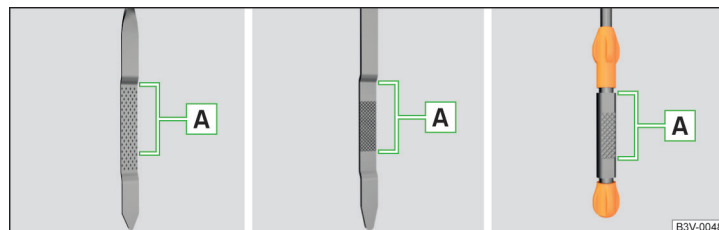

Fig. 154 Variante de joje de ulei
Nivelul de ulei trebuie să se situeze în zona **A** » fig. 154. Dacă nivelul de ulei este sub zona **A**, completați ulei.
- Nivelul uleiului nu trebuie să fie în niciun caz în afara zonei **A** » fig. 154 - există pericol de deteriorare a motorului, precum și a instalației de evacuare a gazelor arse.